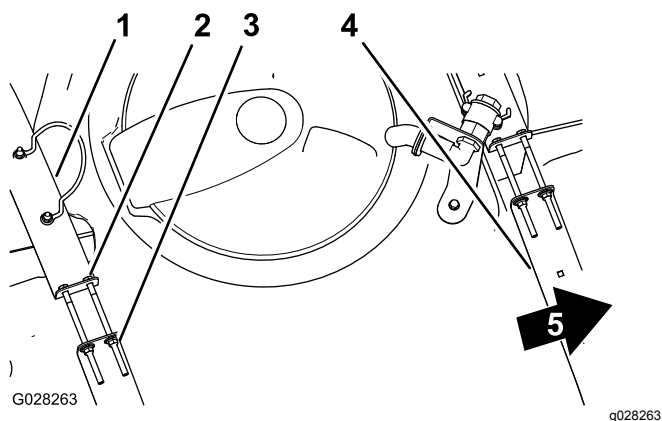

Рисунок 81
2. Убедитесь в отсутствии люфта между хомутами и баком (Рисунок 81).
3. Если хомуты вокруг бака ослаблены, затяните фланцевые контргайки и болты в верхней части хомутов заподлицо с поверхностью бака (Рисунок 81).